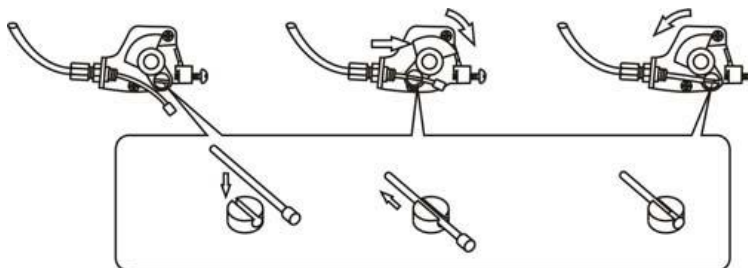

Fig. 3
1. Faire passer le câble d'accélérateur à travers la vis de réglage. (Fig. 3)